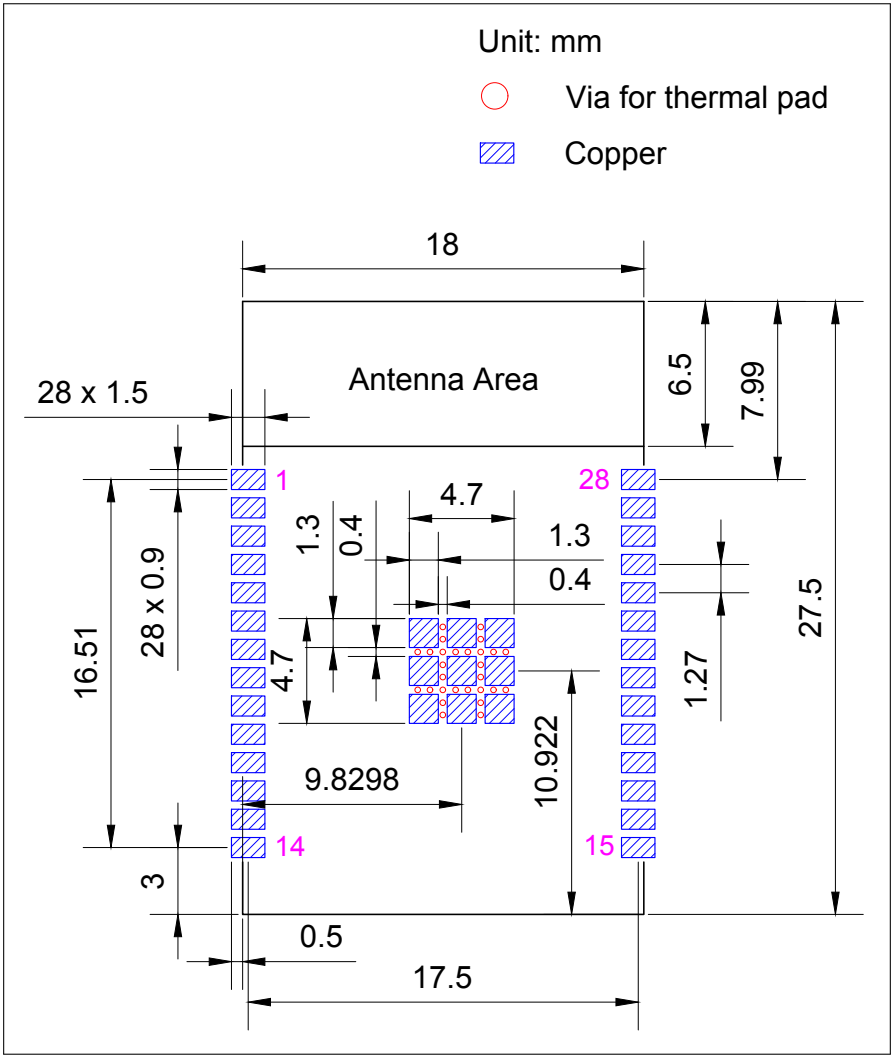
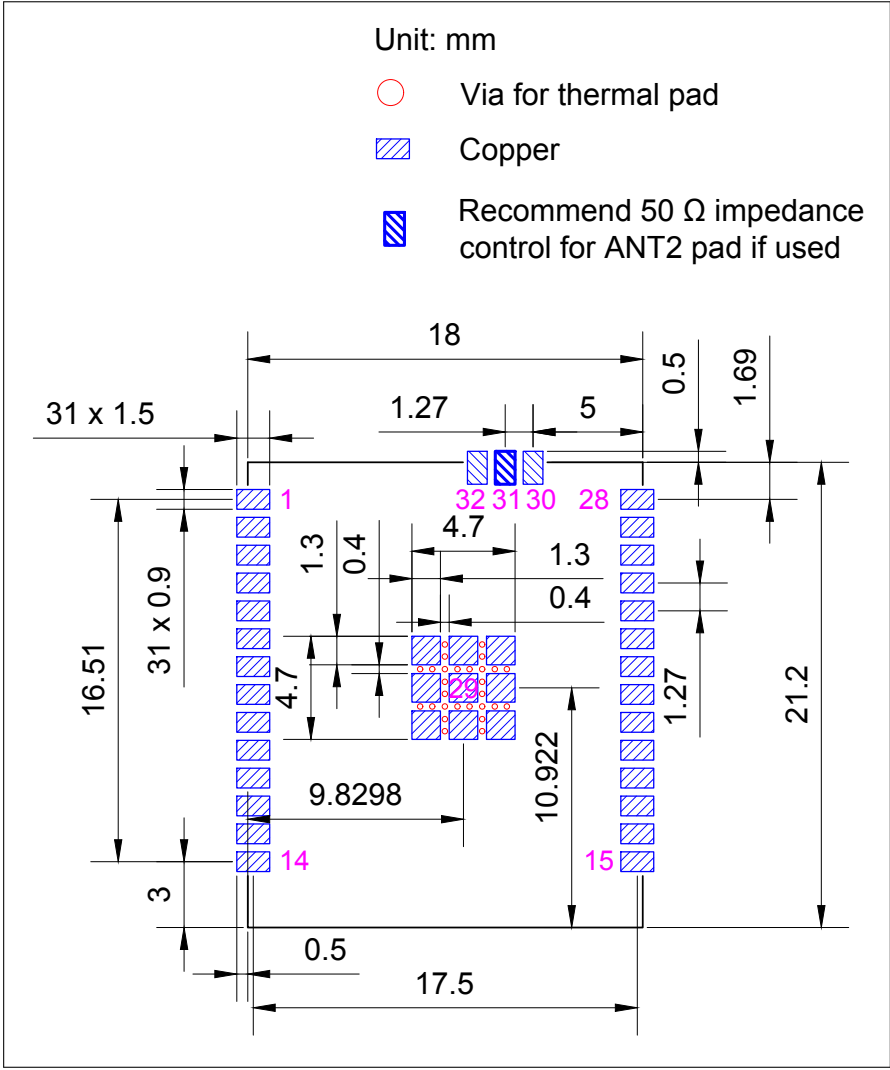

图 11-1. ESP32-C5-WROOM-1 推荐 PCB 封装图形
图 11-2. ESP32-C5-WROOM-1U 推荐 PCB 封装图形
- 推荐 PCB 封装图，标有 PCB 设计所需的全部尺寸。详见图 11-1 *ESP32-C5-WROOM-1* 推荐 PCB 封装图形和图 11-2 *ESP32-C5-WROOM-1U* 推荐 PCB 封装图形。